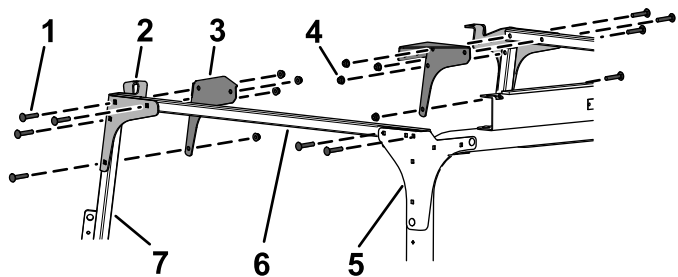

Bild 29
7. Befestigen Sie die Querverbindungsrohre lose mit vier Schlossschrauben (5/16" x 1¾") und vier Bundmuttern (5/16") an den hinteren Befestigungshalterungen, wie in Bild 29 abgebildet.